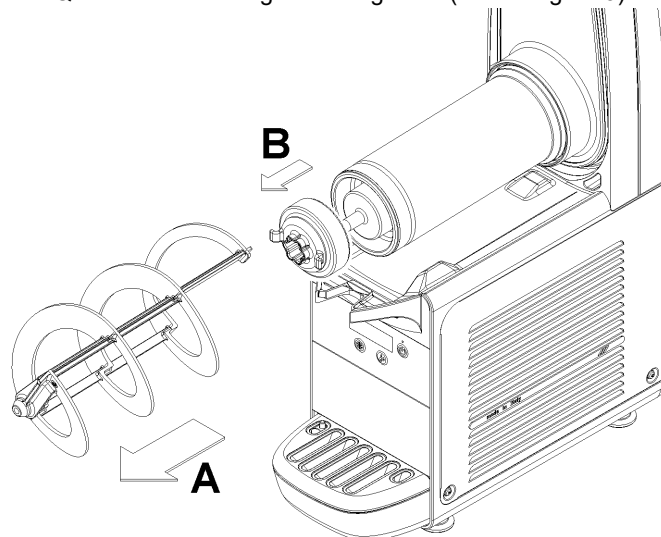

figura 9
**3** Rimuovere il mescolatore sfilandolo dal cilindro evaporatore. Quindi rimuovere il giunto esagonale (vedere figura 9).
**3** Rimontare il rubinetto sul contenitore con sequenza inversa rispetto a quella di figura 9 e 10.